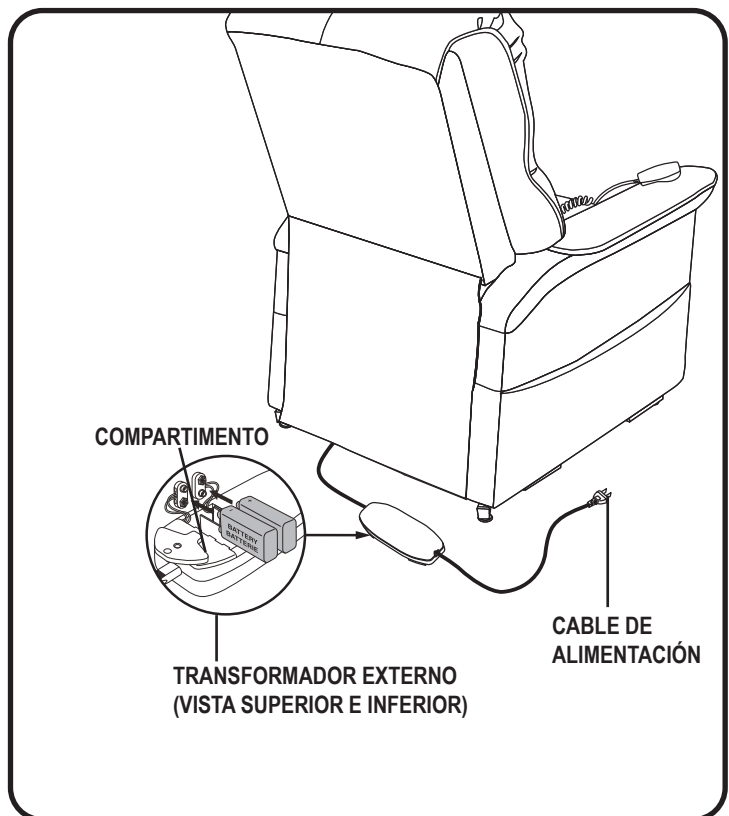

Figura 4.4 Ubicación del sistema de reserva de seguridad
3. Introduzca dos pilas 9V en el transformador externo. **Vea la figura 4.4.**
**NOTA:** Asegúrese de que en su reserva de baterías cuente siempre con dos pilas alcalinas nuevas de 9V (el sistema no recarga las pilas). Para ello, las pilas alcalinas de 9V deberán cambiarse tras haber activado el sistema de reserva debido a un corte eléctrico, o cada seis (6) meses si no hubiera utilizado la reserva de baterías. Para un mejor rendimiento, pesado deber o fuerza industrial alcalina o no recargable baterías de iones de litio 9V debería ser usado. Asegúrese de que el marcado la puerta de la batería se reemplaza después de instalar nueva baterías. Fallo al reemplazar baterías de 9V como recomendado puede hacer que su silla no operando en caso de una falla de energía.